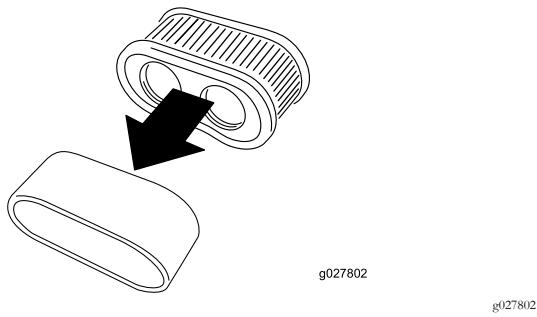

Figura 41
- Retire o elemento de esponja do elemento de papel (Figura 41).